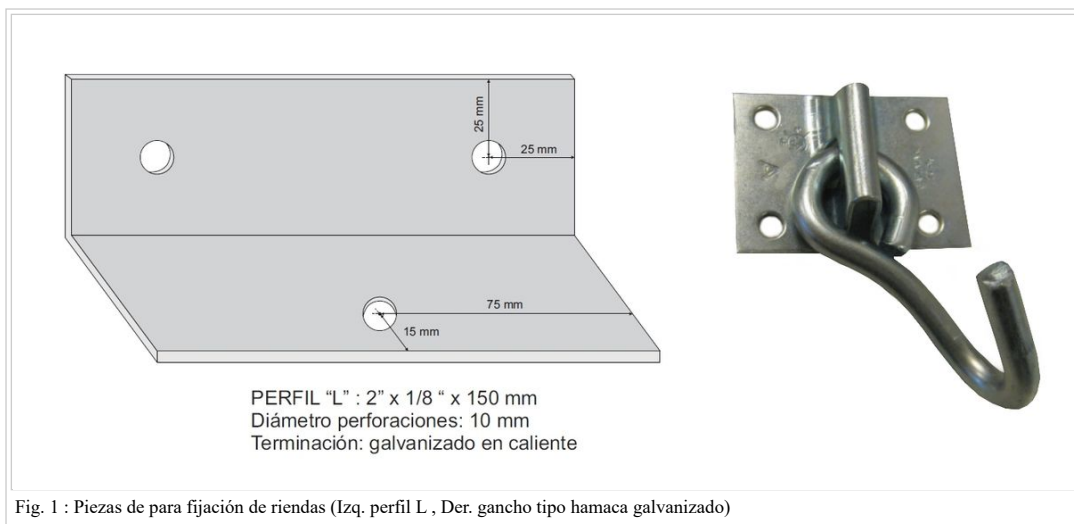

Fig. 1 : Piezas de para fijación de riendas (Izq. perfil L , Der. gancho tipo hamaca galvanizado)
- El vínculo entre la rienda y los puntos de fijación se realizará mediante alguna de las piezas que se presentan en las Fig. 1
- En caso de utilizar ganchos tipo hamaca estos deberán tener las características del que se muestra en Fig. 1 (platina de 1.5 mm de espesor, gancho de 8 mm de diámetro).